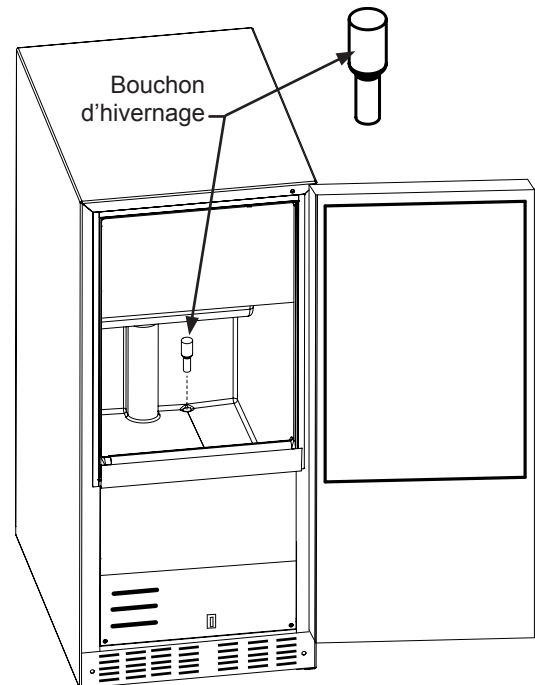

Figure 36
13. Installez le bouchon d'hivernage dans le trou de drainage d'eau du bac à glaçons (Voyez la Figure 36).